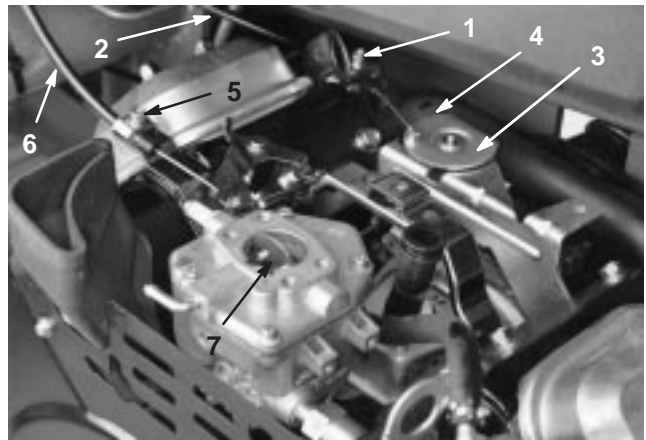

Figure 44
1. Desserrez la vis du collier qui raccorde le câble au moteur (Fig. 44).
3. Tirez fermement sur le câble d'accélérateur jusqu'à ce que l'arrière du pivot atteigne la butée (Fig. 44).
3. Tirez fermement sur le câble de starter, jusqu'à ce que le papillon soit complètement fermé, puis serrez la vis du collier de câble (Fig. 44).